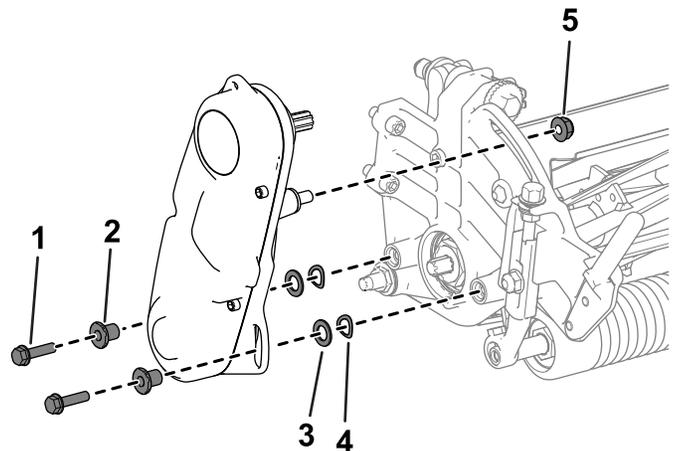

Figure 3
1. Retirez les fixations qui maintiennent le système d'entraînement du cylindre sur la plaque latérale (Figure 3).
- Déposez le système d'entraînement du cylindre, les rondelles plates, les rondelles élastiques et les entretoises de la plaque latérale (Figure 3).